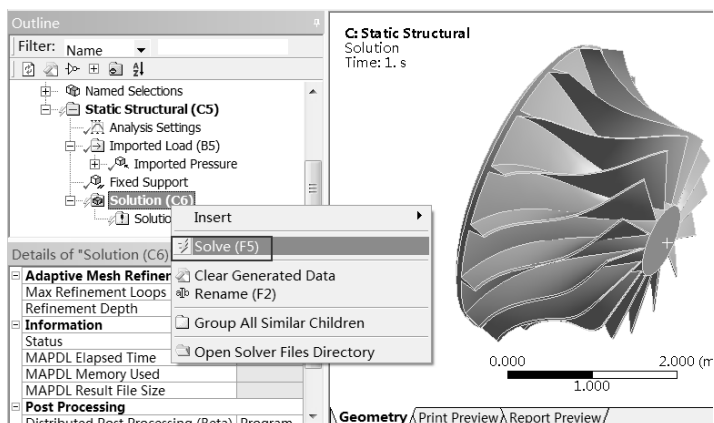

图 17-90 求解
Step14：如图 17-90 所示，右击 Static Structural (C5) 选项，在弹出的快捷菜单中选择 Solve 命令，进行计算。